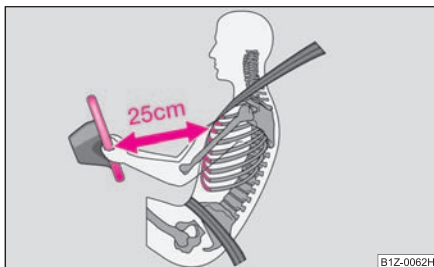

Fig. 125 Distanța sigură față de volan
- Atât pentru conducător cât și pentru pasagerul dreapta este important să păstreze o distanță de cca. 25 cm față de volan, respectiv de tabloul de bord ⇒ fig. 125. Dacă nu se respectă această distanță, sistemul airbag nu își poate exercita eficiența maximă – Pericol! Pe lângă acestea, scaunele din față și tetierele trebuie să fie întotdeauna reglate în funcție de mărimea corpului.